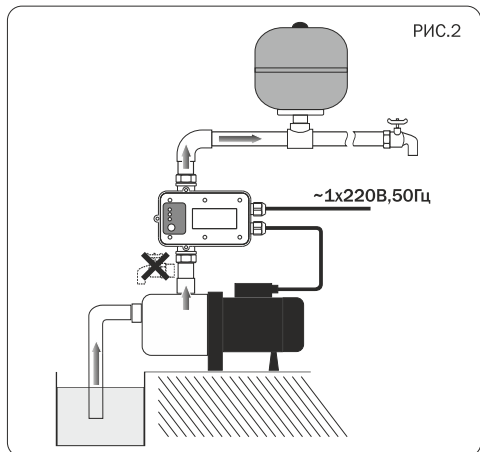

РИС.2
5.1 Реле PRESSCONTROL устанавливается в напорной магистрали насоса между насосом и первой точкой водоразбора (рис.2). Не допускаются точки водоразбора между насосом и устройством. Обратите внимание, что направление потока воды, проходящего через устройство допустимо только в одном направлении согласно рис.2 .
**Внимание:** Если в системе устанавливается гидроаккумулятор (мембранный бак), то он должен быть установлен в напорной магистрали после реле по ходу движения воды от насоса (рис.2). Методика расчета объема бака и его настройки в данном руководстве не приводится.